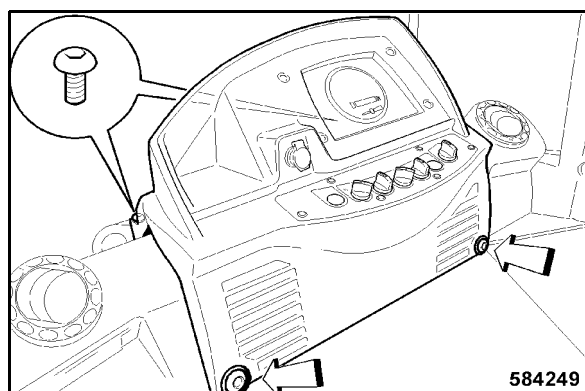

Fig. 224
- installer le tableau de bord et le fixer au moyen de quatre vis de fixation (Fig. 224).